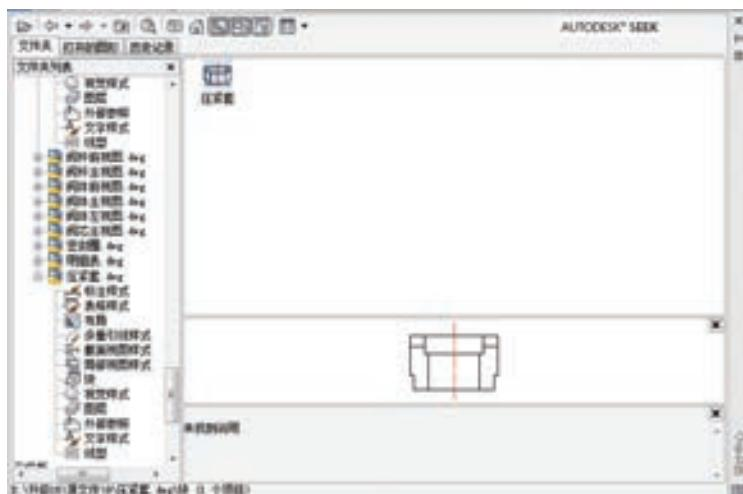

图 9-21 “设计中心”对话框之压紧套
6) 插入压紧套平面图。选择菜单栏中的“工具”→“选项板”→“设计中心”命令，弹出“设计中心”对话框，在相应的文件夹中找出“压紧套”，并选择其下的“块”选项，右边的图框中出现该平面图中定义的块，如图 9-21 所示。